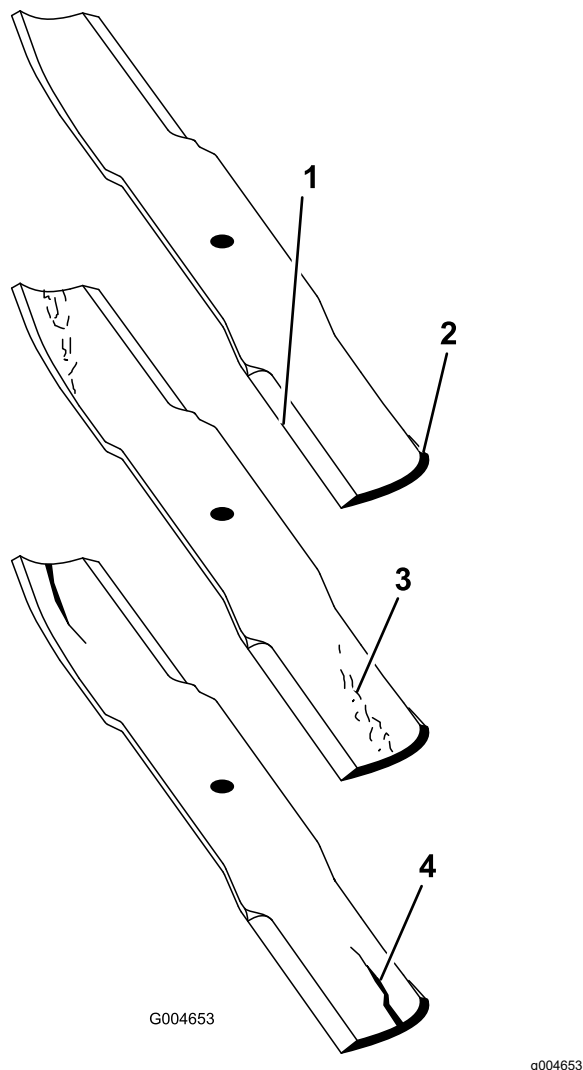

图 84
2. 仔细检查刀片的剪草端特别是刀片平面和曲面交接的部分 (图 84)。
注意 由于沙子和研磨材料可能导致连接刀片平面与曲面的金属磨损请在使用修剪草机之前检查刀片。如果看到出现磨损图 84 请更换刀片。